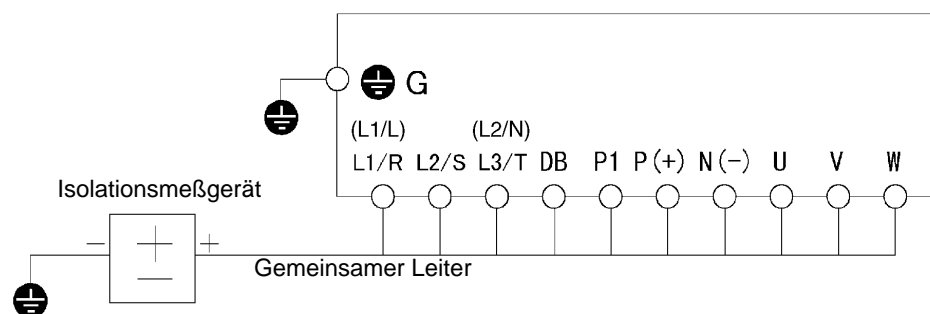

Fig. 8-4-1 Isolationsprüfung
3. Schließen Sie die Klemmen des Hauptstromkreises über eine gemeinsame Leitung, wie in Bild 8-4-1 gezeigt, an.